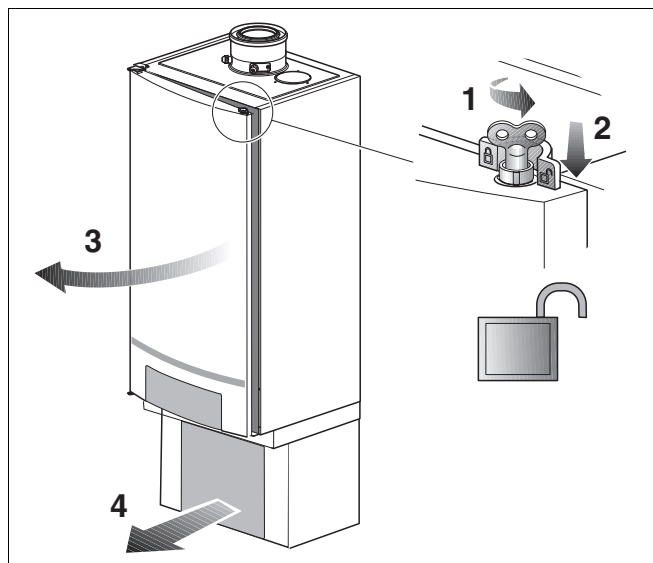

Fig. 16 Åbning af kedeldøren
- Åbn kedeldørens lås ved at dreje udluftningsnøglen en kvart omgang (fig. 16, **pos. 1**).
- Tryk låsen ned (fig. 16, **pos. 2**), og åbn kedeldøren (fig. 16, **pos. 3**).
- Fjern dækkappen til tilslutningsgruppen (fig. 16, **pos. 4**).